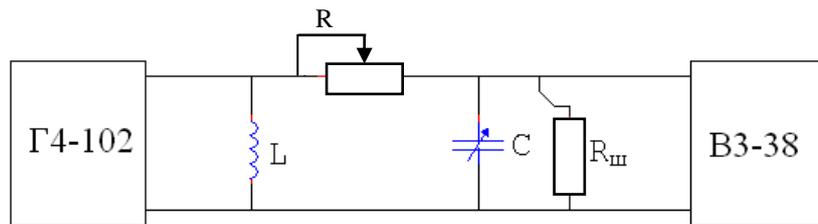

Рис. 2
5.1 Собрать схему измерений (рис. 2).